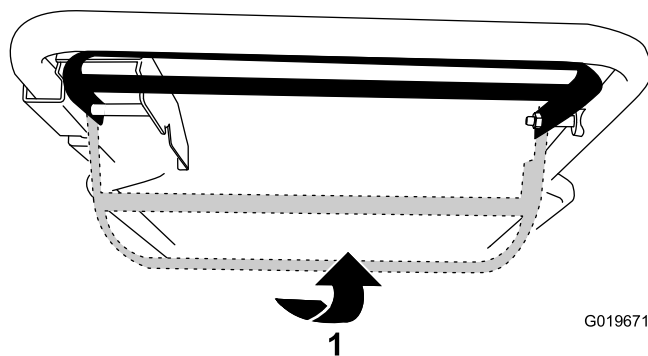

Figura 18
- Per utilizzare la trazione automatica senza inserire le lame, sollevate la barra di comando verso la stegola (Figura 18).
- Per utilizzare la trazione automatica e inserire le lame, fate scorrere la barra di comando fino in fondo a destra e sollevatela verso la stegola (Figura 18).